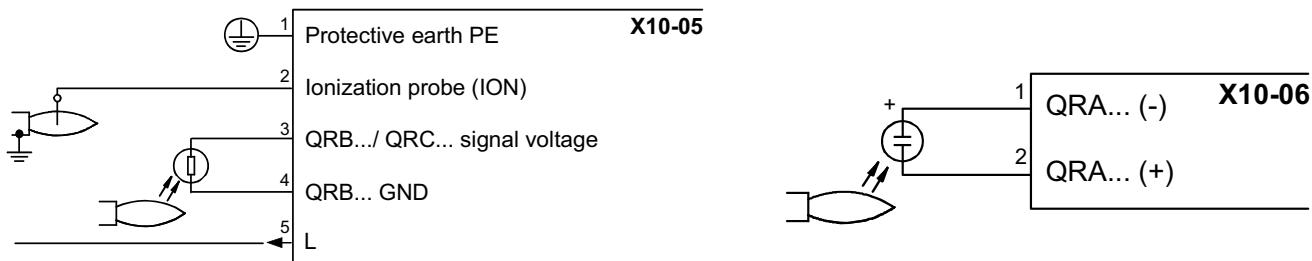

Рис. 20
- Проверьте запальчный и контрольный электроды, очистите, отрегулируйте и, при необходимости, замените (см. стр33-34). В случае, если у вас есть сомнения, проверьте систему контроля после запуска горелки, следуя схемам на Рис. 20).